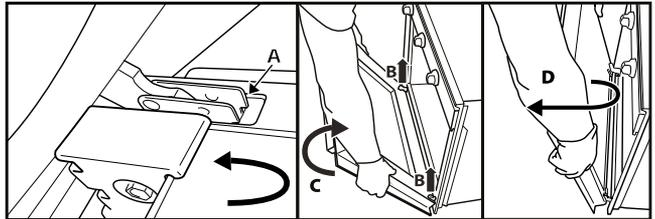

Fig.2
3. Fermez complètement la porte (A), soulevez-la (B), et faites-la pivoter (C) jusqu'à ce qu'elle se décroche (D) (fig. 2).